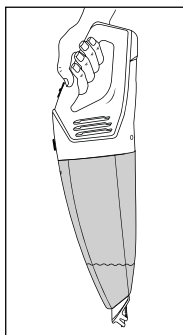

Fig. 3
- ▶ Se sono stati aspirati dei liquidi, trasportare sempre l'apparecchio con la bocchetta per l'aspirazione dei liquidi **1** rivolta verso il basso (vedere fig. 3):